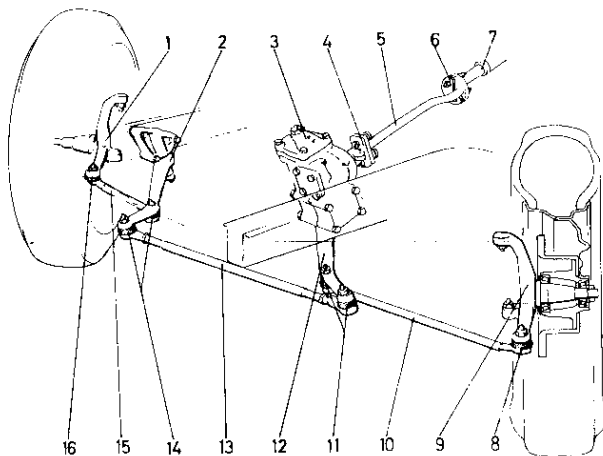

Fig. 6-31. Stuurinrichting
De konstruktie van de stuurkolom laat Fig. 6-31 zien. De beweging van het stuurwiel wordt naar de wielen overgebracht via de gedeelde stuurkolom (7 en 5), het stuurhuis (3) en de pitmanarm (12), de spoorstang (13), de stuurstangen (10) en (15) en tenslotte de fusee's (1) en (9). De stuurinrichting is van het „worm en rol” type. De stuurworm is gelagerd in twee kogellagers en de pitmanas in drie busen.